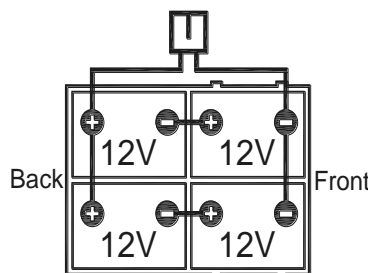

Rys. 4
Maszyna wymaga dwóch akumulatorów 12 V lub czterech akumulatorów 6 V, połączonych według schematu (Rys. 4).
Prawidłowo ustawić płytę mocowania akumulatorów (Rys. 4).
4. Maszyna jest dostarczana z przewodami umożliwiającymi montaż dwóch akumulatorów 12 V lub czterech akumulatorów 6 V. Ostrożnie umieścić akumulatory w komorze, po czym prawidłowo je zainstaluj. Prawidłowo ustawić płytę mocowania akumulatorów (Rys. 4).
5. Ułożyć i zamontować przewód akumulatora zgodnie z rysunkiem (Rys. 4), a następnie ostrożnie dokręcić nakrętki wszystkich zacisków akumulatora.